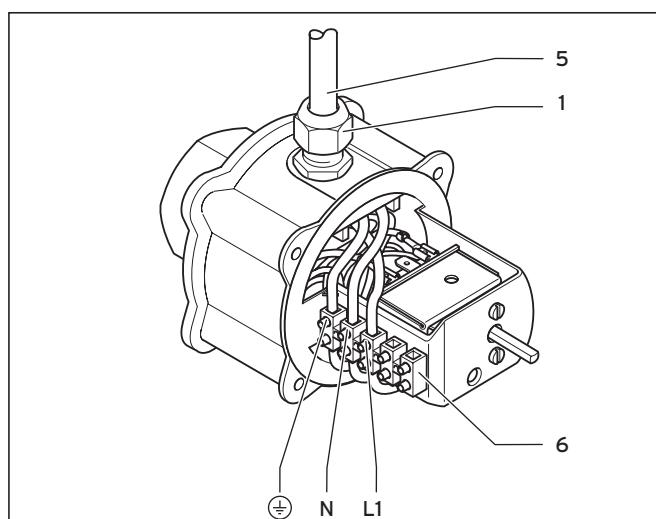

Bild 6.2 Elektrisk anslutning 230 V-elpatron
- Dra bort inställningsknappen (3).
- Skruva loss de 4 sexkantskruvarna (4).
- Dra bort locket (2).
- Fäst kabeln (5) med PG-förskrurvningen (1).
Skala kabeln (passande längd). Dra kabeln genom PG-förskrurvningen, se bild 6.2 resp. 6.3 (1). Dra åt PG-förskrurvningen.
- Skruva, beroende på utförande, fast kabeln på anslutningslistan (6) enligt bild (230 V) eller 6.3 (400 V).
- Sätt på locket (2) och skruva fast det med de 4 sexkantskruvarna (4).
- Sätt fast inställningsknappen (3).